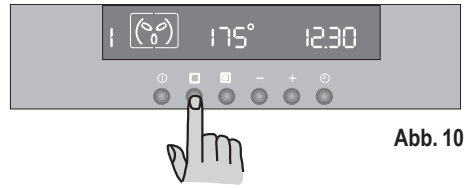

Abb. 10
- Stellen Sie die zu garende Speise in den Ofen, wählen Sie die Garfunktion und die gewünschte Temperatur aus (Abb. 10).